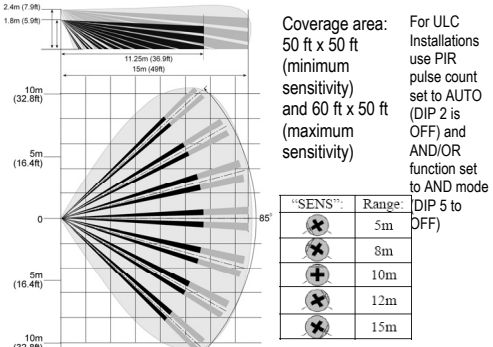

Fig. 3 Lens Pattern | Patrón de la lente | Portée de la lentille
Choisissez l'emplacement le plus approprié pour intercepter un intrus. (Nous recommandons une installation dans un angle). Voir la portée de détection (Fig.3). Le capteur Quad haute qualité détecte tout mouvement croisant le faisceau ; la détection du mouvement est légèrement moins sensible en se rapprochant du détecteur.
Selezionare la posizione più adatta a rilevare la presenza di un intruso. (Si raccomanda l'installazione ad angolo). Vedere l'area di copertura (Fig. 3). Il sensore a quattro elementi ad elevata sensibilità rileva i movimenti che incrociano i fasci; esso è leggermente meno sensibile nel rilevare il movimento verso il rivelatore.
Vea fig. 3 para determinar la gama de la detección usando el potenciómetro de SENS.
**NOTA:** Puede que tenga que ajustar los potenciómetros "MW" y "PIR" a las posiciones máximas para conseguir la máxima superficie de cobertura, tal y como se indica en la fig. 3.